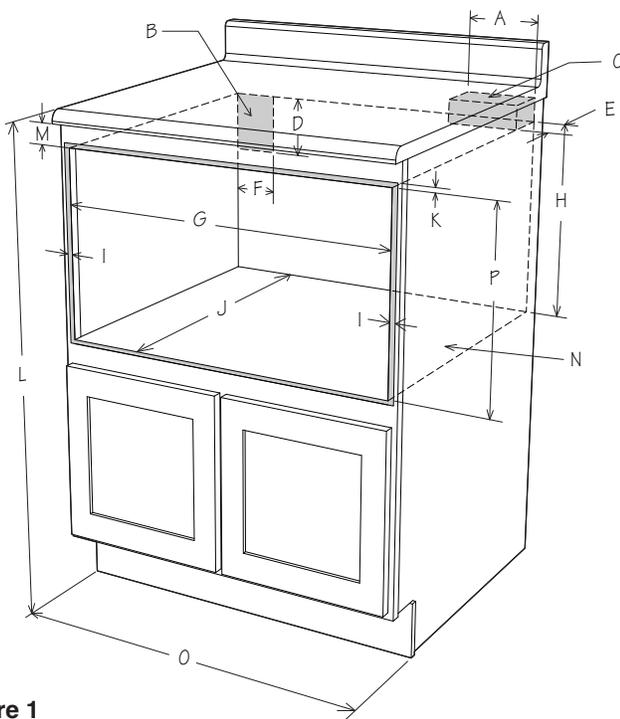

Figure 1
**Pour des RAISONS DE SÉCURITÉ, ne pas encastrer le tiroir à l'intérieur de toute armoire inflammable qui ne respecte pas les dégagements et les dimensions stipulées aux pages 2 à 5. Voir les Figures 1 à 7.**
- Vous devez utiliser les dimensions indiquées à la Figure 1. Ces dimensions indiquent l'espace libre minimum. Repérer la prise électrique dans la zone ombragée située dans le coin supérieur gauche de la découpe. Voir la Figure 9.
Les Figures 1 et 2 contiennent de nombreuses dimensions du tiroir à micro-ondes à titre de référence lors de la planification de l'emplacement du tiroir.
Afin de réduire le risque de basculement du tiroir, le bloc antibasculement doit être installé de façon appropriée à 376.23 mm (14 13/16 po) au-dessus du fond sur lequel le tiroir four à micro-ondes reposera. Le bloc antibasculement de 152 mm (6 po) doit être fourni par l'installateur. Voir la Figure 1. Le bloc antibasculement permet de prévenir des blessures graves pouvant être causées par le déversement de liquides chauds.